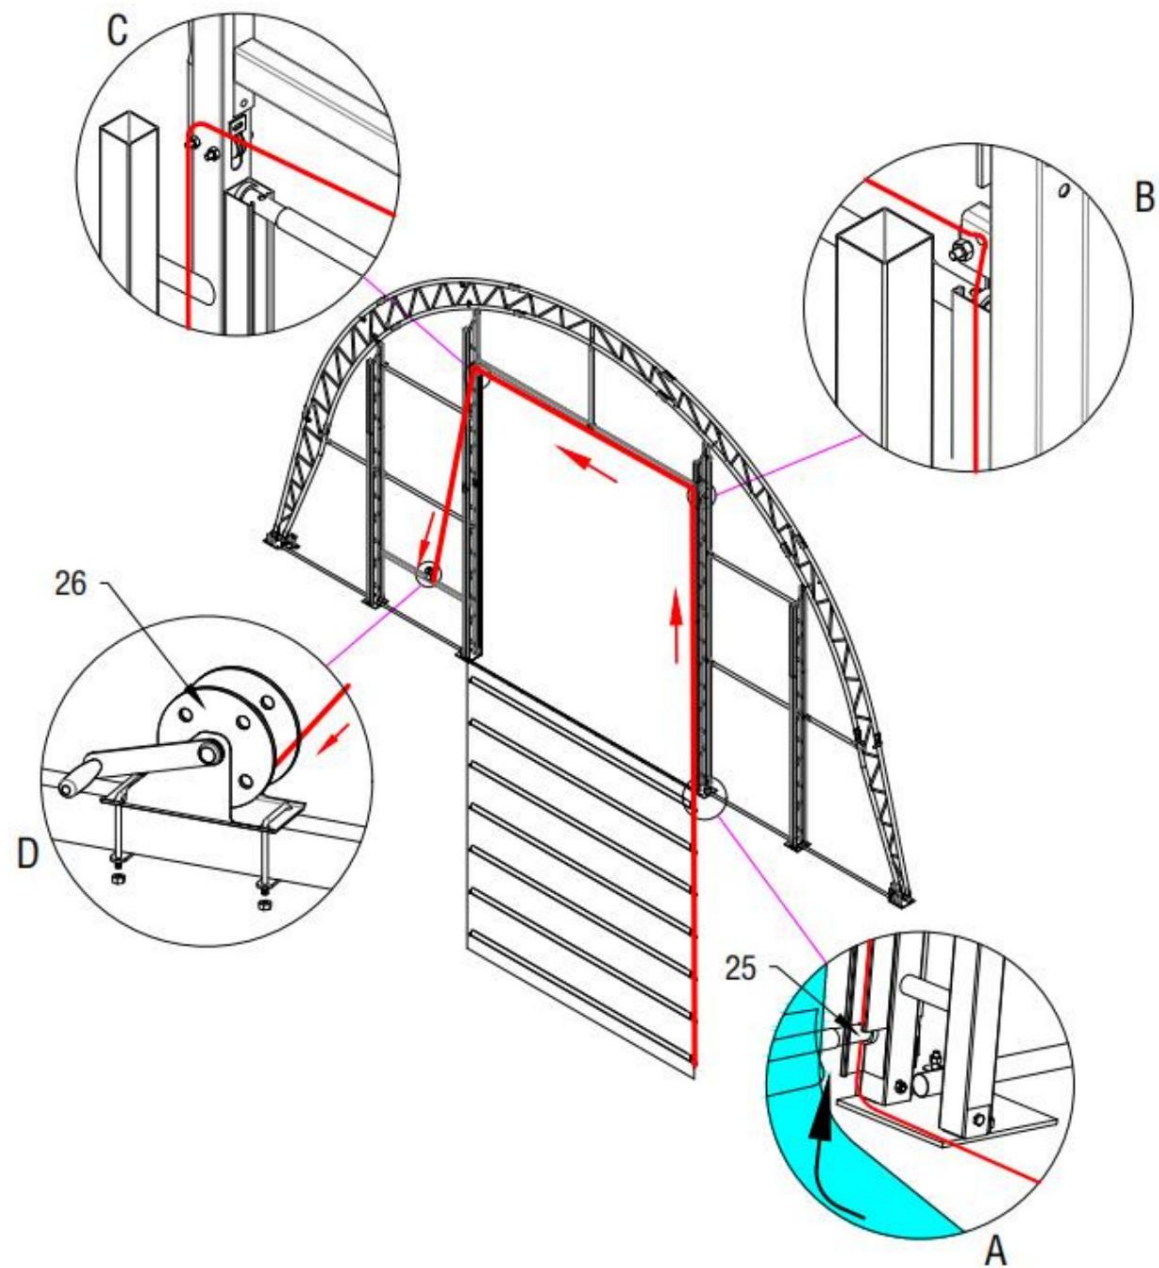

Figure 19
4. Lorsque vous fermez la porte, nous pouvons utiliser le fil d'acier de verrouillage pour la porte (n° 26) et le fil d'acier de verrouillage pour la poignée de la clé pour la fixer. (Figure 19)